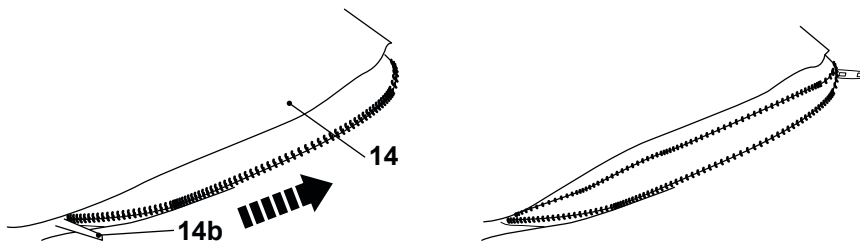

Fig. 9
- > Abra la cremallera (14b) y vacíe los residuos en una bolsa de basura adecuada (Fig. 9).